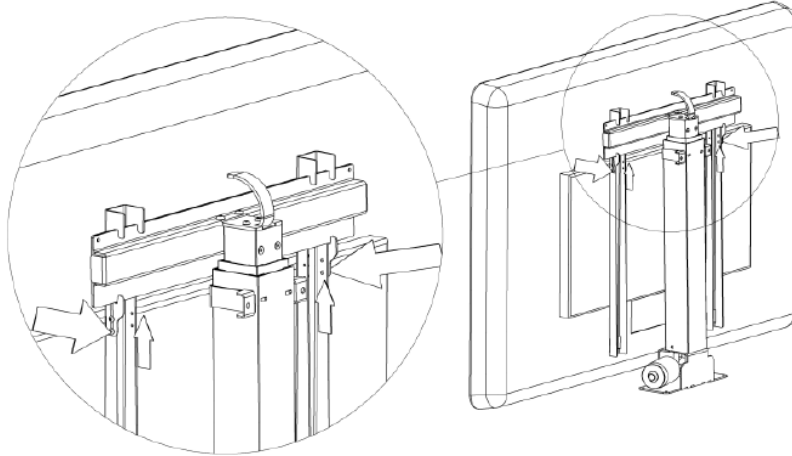

fig. 8
91. Cuelgue el televisor con las vigas verticales montadas en la viga horizontal del elevador (fig. 8). Para facilitar el ensamblaje, puede subir el elevador a la posición abierta.
92. Mueva el bloqueo de las vigas verticales siguiendo la dirección de la flecha (fig. 8), y luego apriételas con la llave Allen proporcionada.